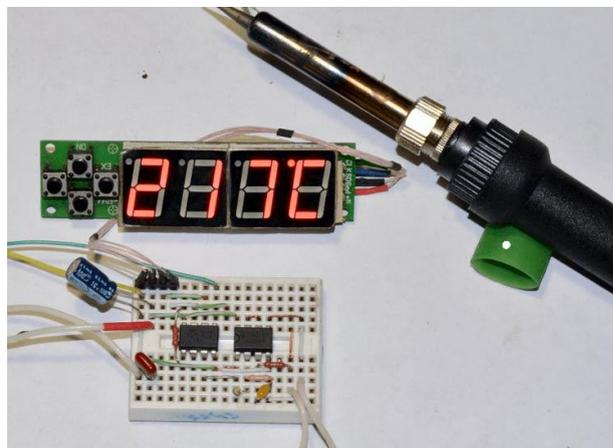

Рисунок 2. Макет паяльной станции.
Остается добавить, что ЖК индикаторы, описанные в вышеупомянутой публикации, будут работать в этой схеме при условии замены «драйвера» в программном коде. Более того, возможно подключение символьных ЖКИ типа 1602, хотя нужда в этом неочевидна. На снимке макета (Рисунок 2) не показан ПТ, который смонтирован вместе с модулем XL6009 в блоке питания. Макет питается напрямую от блока питания. Светящаяся точка индицирует режим нагрева паяльника. **РЛ**
**Рисунок 2.** ШИМ выход OC0A платы Arduino заряжает весовые конденсаторы, и когда напряжение на них достигает порогового значения триггера Шмитта, равного приблизительно 3 В, формируется сигнал прерывания INT0.